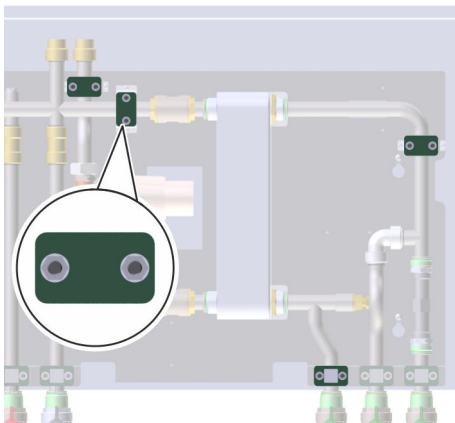

Abb. 46: Rohrbefestigungen lösen
3. ➤ Mit einem Innensechskantschlüssel alle Rohrbefestigungen (Abb. 46) der Rohre, die zum Wärmetauscher führen, anlösen.